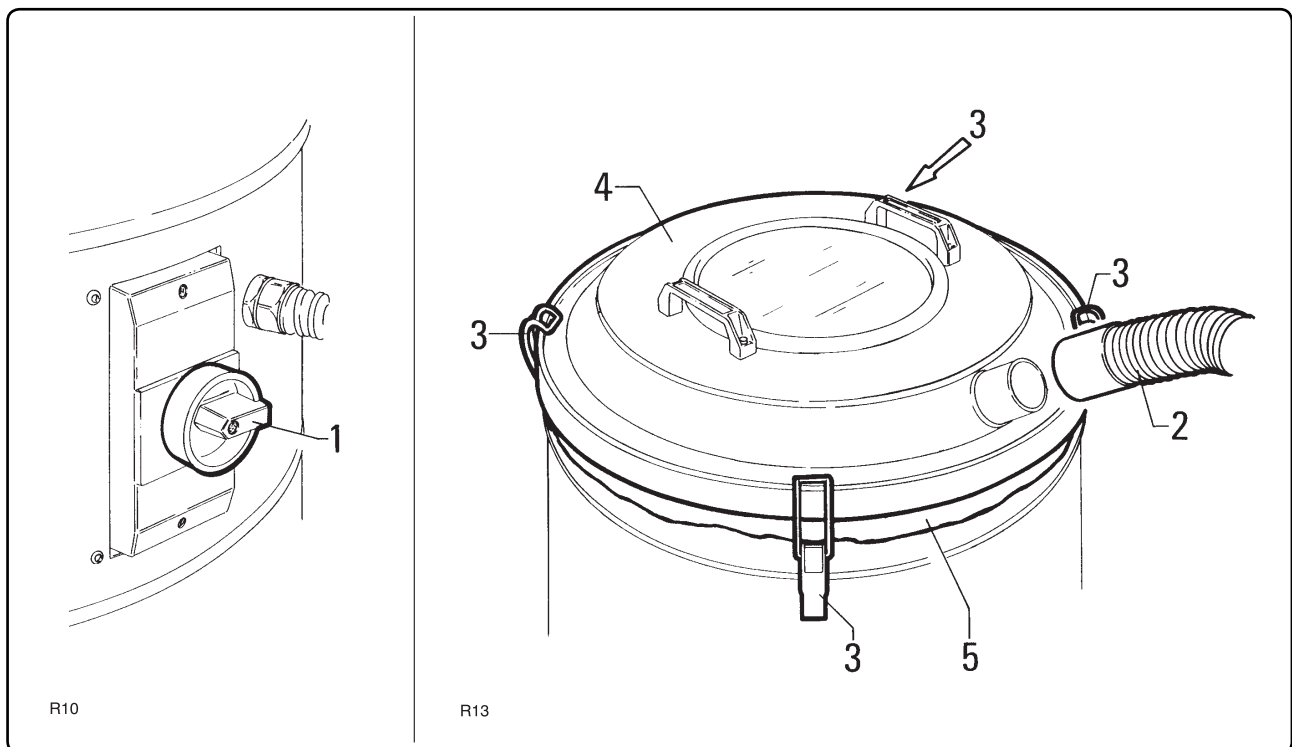

Fig. 6.6.1
- Scoateți sacul de deșeuri și, după golirea acestuia, montați-l la loc cu marginea „5” ușor ieșită în afară (fig. 6.6.1).